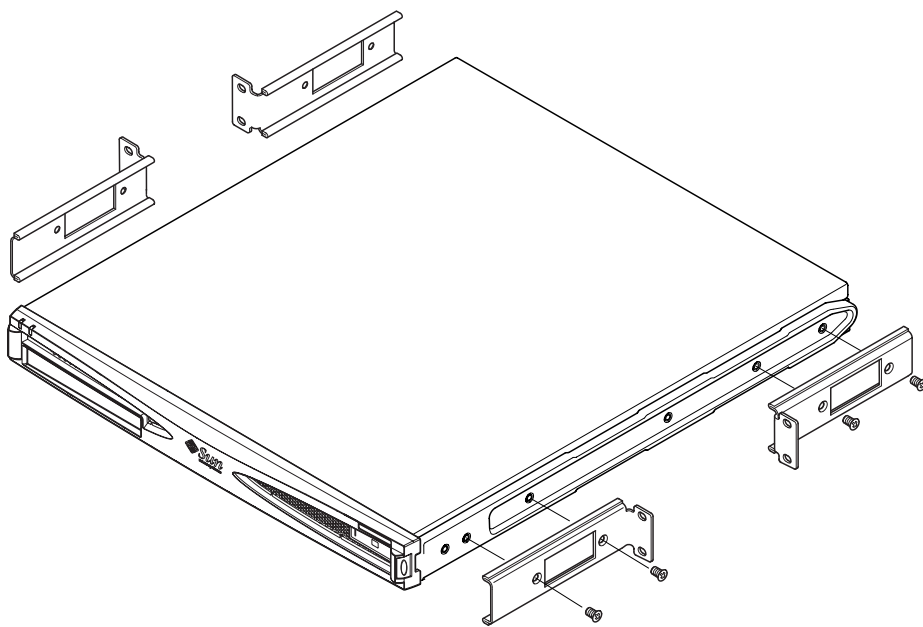

FIGURA 5-11 Colocación de las piezas de montaje fijas
2. Extraiga el primer, el tercer y el cuarto tornillo de los rieles de montaje de plástico situadas a ambos lados del servidor (consulte la FIGURA 5-11).
Utilice los tornillos de cabeza avellanada de estrella proporcionados. Pero *no* coloque aún las piezas de montaje posteriores, consulte la FIGURA 5-11.